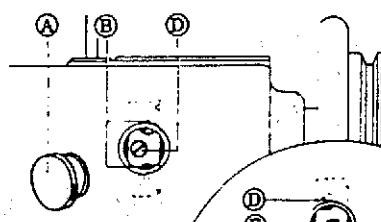

Fig. 11
- (2) Ослабьте два винта (B), вращая маховик вручную (рис. 11).
- (3) Затем поверните маховик примерно на 90° ($1/4$ оборота) в противоположном направлении и установите длину стежка винтом Е. Для увеличение длины стежка поверните винт против часовой стрелки, для уменьшения – по часовой.
- (4) После установки крепко затяните винт (B).
- (5) Винт (D) ослаблять не рекомендуется.